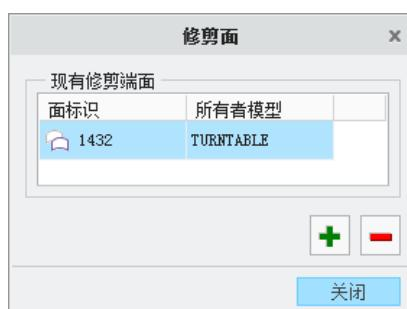

图 30.33 “修剪面”对话框
Step5. 创建顶杆修剪面。单击 **EMX 装配** 功能选项卡 **准备** ▾ 控制区域下拉列表中的 识别修剪面 按钮，系统弹出“修剪面”对话框，单击对话框中的 按钮，如图 30.33 所示，系统弹出“选择”对话框，然后选取 Step3 复制的曲面为顶杆修剪面，在“选择”对话框中单击 **确定** 按钮；在“修剪面”对话框中单击 **关闭** 按钮。